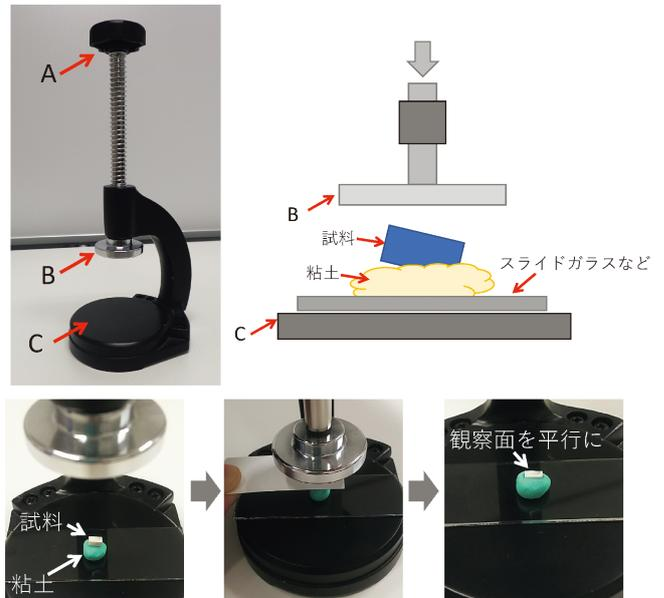

図13 試料上面(撮影面)をステージ面に対して平行にする方法の一例。
- 試料の観察**：ピント合わせは、ステージを下げる方向で行う癖をつけましょう。図12を参照し、用いている対物レンズでのピント近傍位置を確認して、さらにそれよりも、やや上方へステージ位置を上げておきます。常に下げる方向でステージを動かすようにしておけば、試料を対物レンズにぶつける心配がなくなります。試料上面はステージ面と平行になるよう注意します。この時に、図13に示すような治具を使って、予め試料上面がステージに対して平行となるように調整しておくことが必要です。平行でない場合には、視野全体でピントが合わない像となってしまいます(像中の一か所を